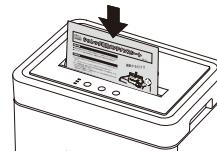

図1
- 細断能力が低下し、頻繁に細断くずがつまるような場合は、シュレッダ専用メンテナンスシート(NSE-MSA5)を右の図1のように細断するか、ボトル入りの専用オイル(ISO-030)を図2のように準備し、そのまま細断してカッター部をお手入れしてください。